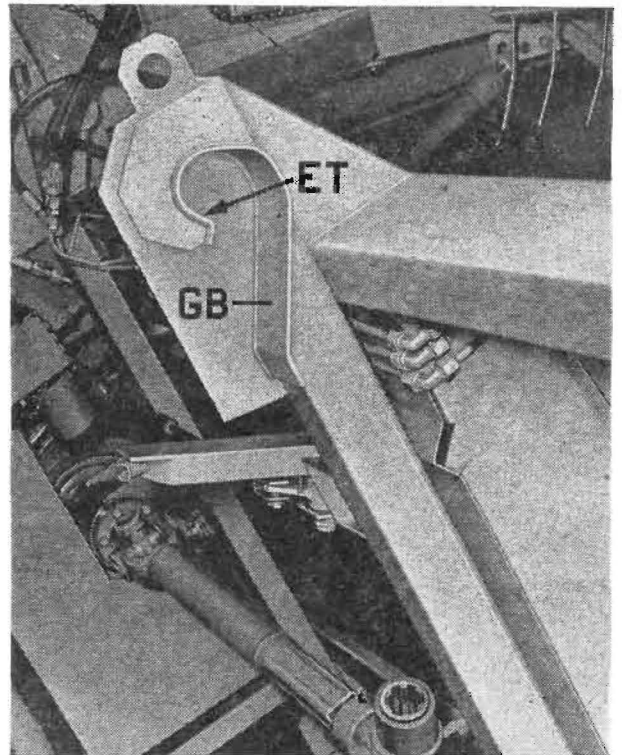

Bild 4/27
- g) Die Sicherungsklinke (SK) unterhalb des Schrägförderschachtes muß entriegelt sein. Dazu ist die Zugstange (ZS) linke Seite des Schrägförderschachtes) bis zum Anschlag nach außen zu ziehen und durch Einhängen hinter der aufgeschweißten Scheibe (S) im Führungsschlitz zu fixieren (Bild 4/28) (Stellung I).